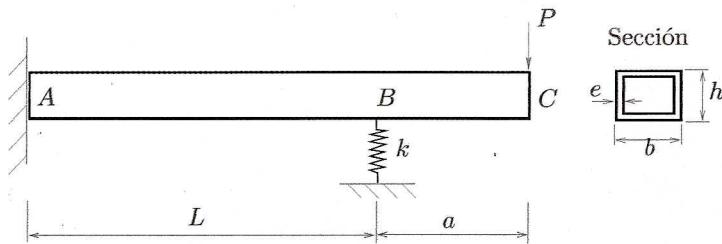

Figura 1: Viga apoyada en resorte.
1. (25 puntos). Una viga ABC como la mostrada en la Figura 1 está empotrada en A y en B está sobre un resorte¹ de constante k . Una carga concentrada P se aplica en C . Determine el desplazamiento hacia abajo δ_c del punto C . Resuelva el problema usando el teorema de Castigiano.